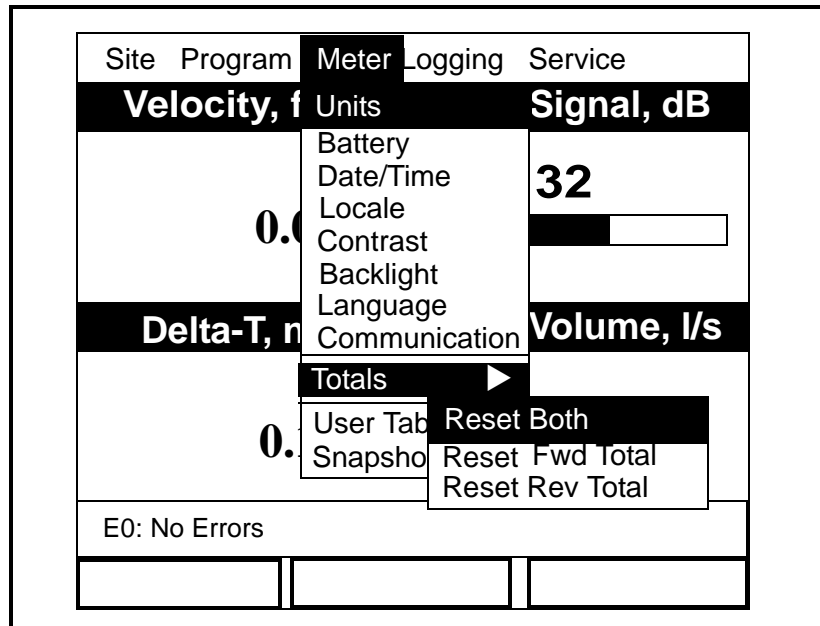

Figura 3-18: Submenú *Totals* (Totalizadores)
2. Desplácese hasta la opción *Totals* (Totalizadores) y pulse [ENTER]. Se abrirá un submenú con las opciones mostradas en la figura 3-18.